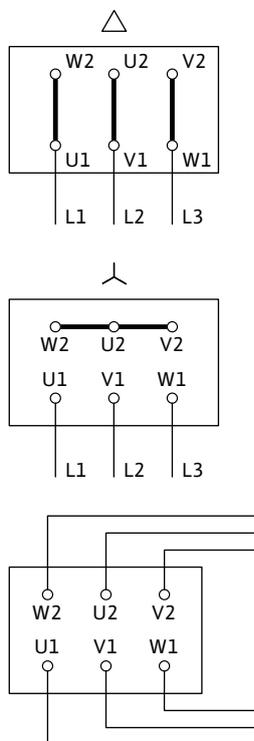

Рис. 17. Подключение к электросети
Схема электрического подключения находится в крышке клеммной коробки (см. также Рис. 17).
- Подключение к электросети зависит от мощности электродвигателя P₂, сетевого напряжения, а также типа пуска. Необходимое переключение соединительных перемычек в клеммной коробке можно определить по следующей таблице «Табл. 4. Распределение клемм» на стр. 23 и Рис. 17.